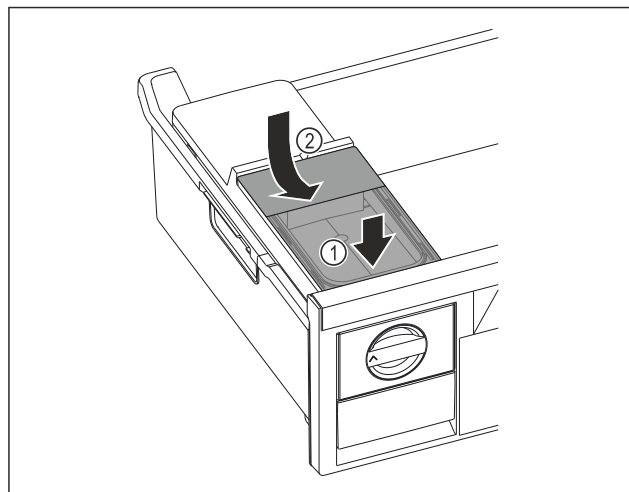

Fig. 30
- Placer le réservoir d'eau à l'avant. Fig. 30 (1)
- Abaisser le réservoir d'eau à l'arrière. Fig. 30 (2)